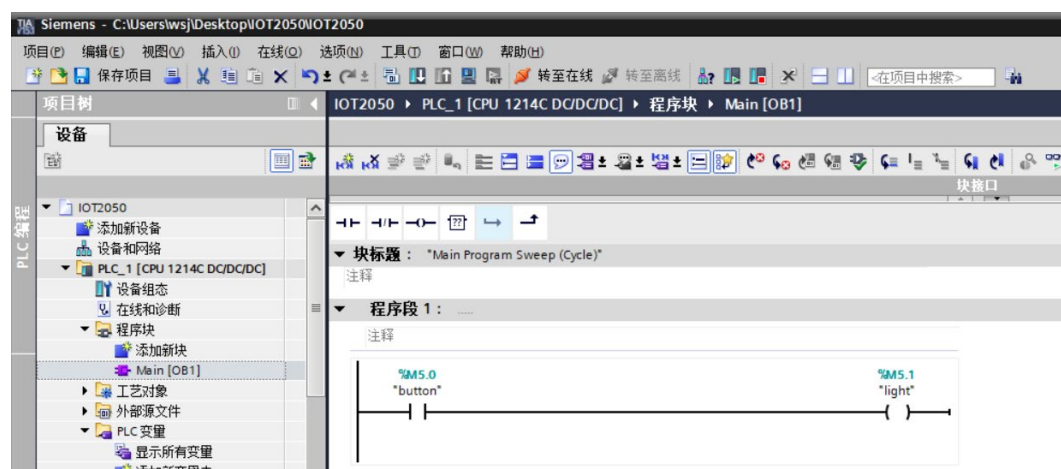

图1-24 编写程序段
- (6) 编写程序段，对按钮的功能进行编写，实现手动控制指示灯。如图 1-24 所示。